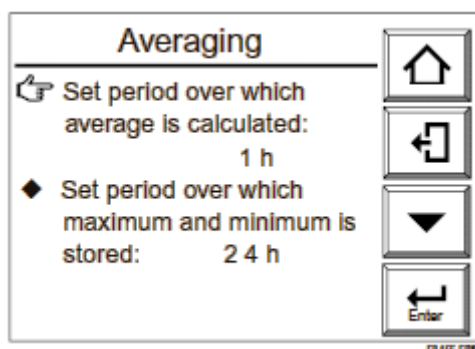

图 8.15 设置平均值计算周期和最大、最小监测周期
- (1) 在基本面板显示上按“设置”键显示执行/设置显示。
- (2) 在执行/设置显示上选择“设置”，显示“命令”（设置）显示。
- (3) 在命令（设置）显示里选择“其它设置”。随后出现其它设置显示，如图 8.15。
- (3) 选择“其它设置”后在其它设置中选择平均值。随后出现平均值显示，如图 8.15。
- (4) 选择“设置平均值的计算间隔”并在数字输入显示中输入期望的数值。要输入三小时，键入 003。平均值计算的间隔范围可在 1~255 小时选择。
- (5) 选择“设置存储最大和最小值的间隔”并在数字输入显示中输入期望的数值。要输入 48 小时，键入 048。允许的输入量程是 1 到 255 小时。